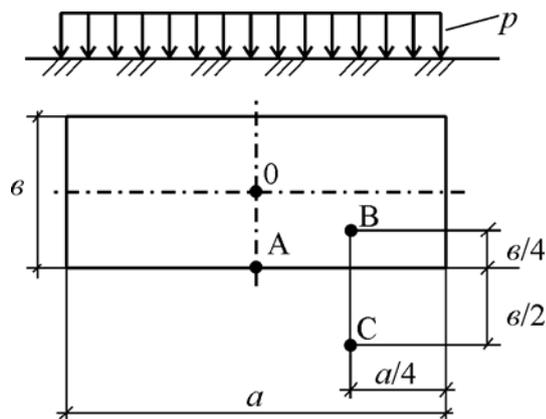

Рис.3
3. Определить величину равномерно распределенного по прямоугольной площадке давления  $p$ , если в одной из точек (O, A, B или C), лежащих на глубине  $z$  от поверхности грунта, величина сжимающего напряжения равна  $\sigma_z$  (рис. 3).